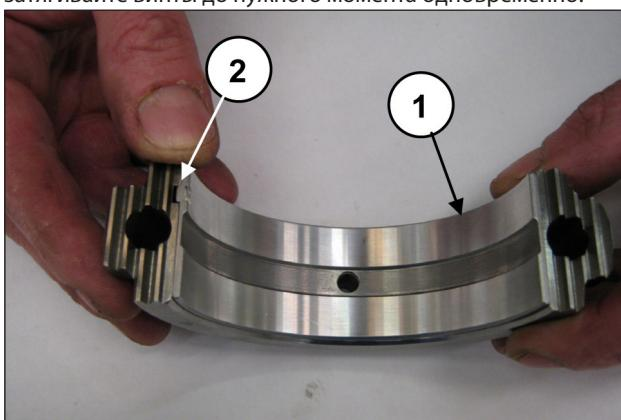
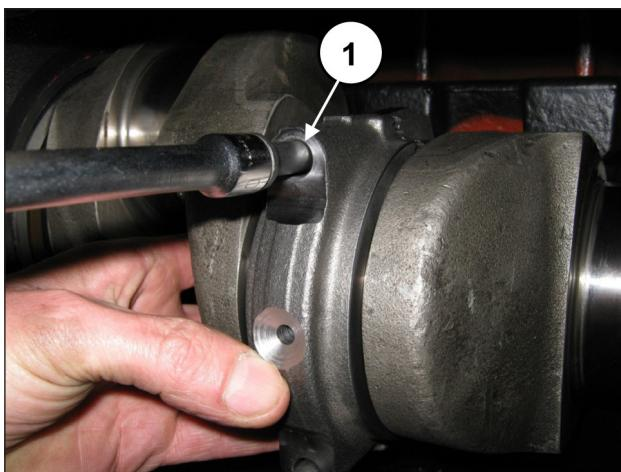

Рис. 69
Рис. 70
Установите нижние полуподшипники на крышки (поз. ①, Рис. 69), убедившись, что контрольная шпонка полуподшипников попадает в специальный паз на крышке (поз. ②, Рис. 69). Закрепите крышки на половинках шатунов с помощью винтов M10x1,5x80 (поз. ①, Рис. 70).